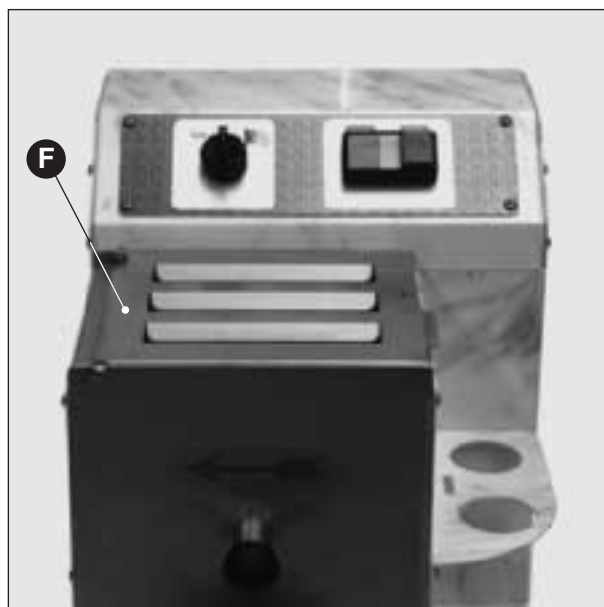

Fig. 12
**N.B.:** Ogni azionamento è comandato volontariamente attraverso il pulsante di START con il coperchio di protezione vasca chiuso (Fig. 12 F).